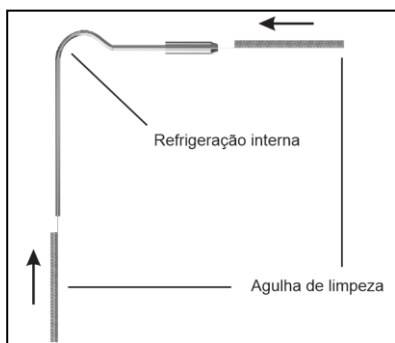

Fig. 23
- Utilize a agulha de limpeza para desobstrução das saídas de refrigeração interna e externa (Fig. 23 e 24);